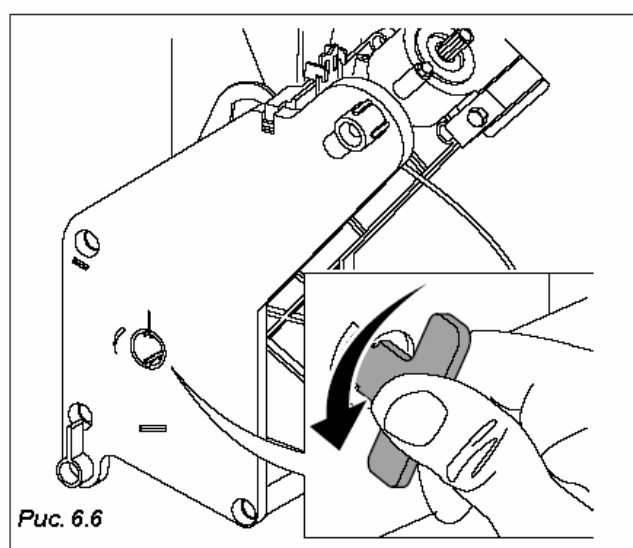

Рис. 6.6
- удалите все остатки молотого кофе; для удобства чистки следует снять кожух (Рис. 6.6).